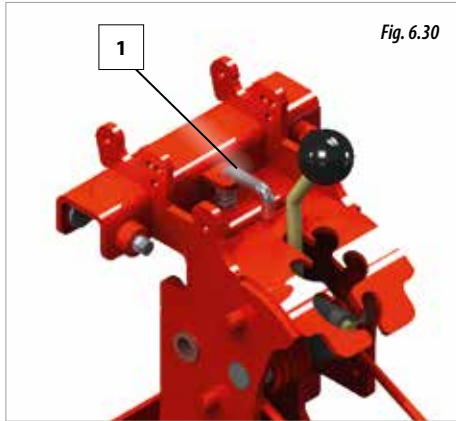

Fig. 6.30
CELELALTE ELEMENTE DE SEMĂNAT CARE SUNT PE ACELAȘI AX FILETAT TREBUIE SĂ FIE BLOCATE (1, Fig. 6.30) ȘI FĂRĂ BOLTURI, CU EXCEPȚIA CELOR CARE SUNT LA O DISTANȚĂ EGALĂ SAU MAI MARE DE 40 CM.
- 4- Blocați poziția elementelor care s-au mișcat cu ajutorul trăgaciilor (1, Fig. 6.30) și scoateți boltul (2, Fig. 6.29) din elemente.